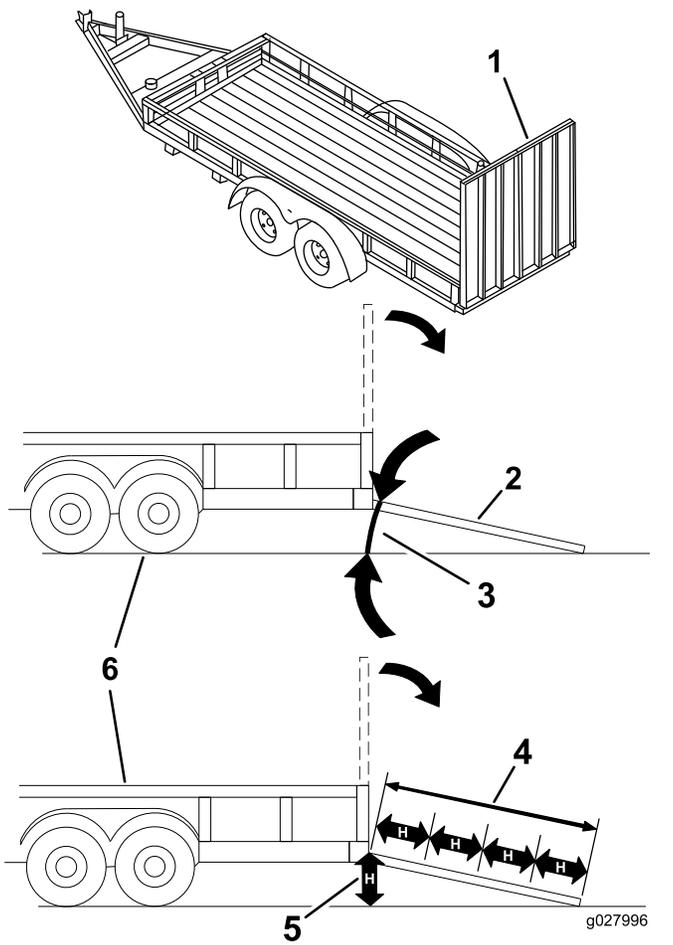

Figure 34
Le chargement de la machine sur une remorque ou un camion augmente le risque de basculement et donc de blessures graves ou mortelles (Figure 34).
1. Abaissez la rampe pour que l'angle avec le sol ne dépasse pas 15 degrés (Figure 34).